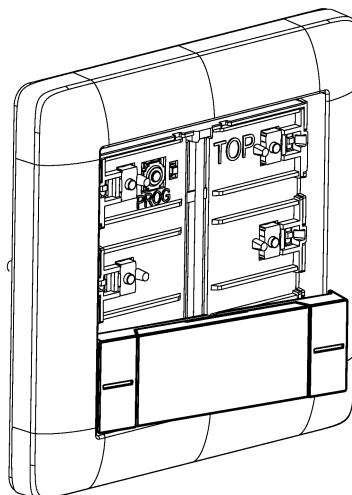

Figura 6: Posizionamento laterale del copritasto
- Posizionare il copritasto lateralmente (Vedi figura 6).